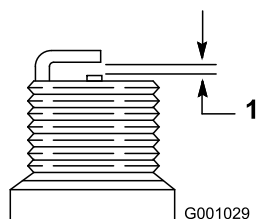

Figure 46
7. Réglez l'écartement des électrodes de la nouvelle bougie à 0,76 mm (0,030 po) (Figure 46).